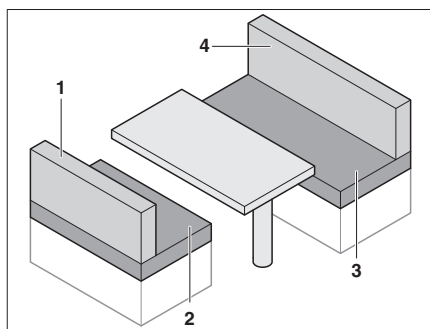

Bild 72 Före ombyggnaden
- Tag bort ryggdynorna (Bild 72,1 och 4).